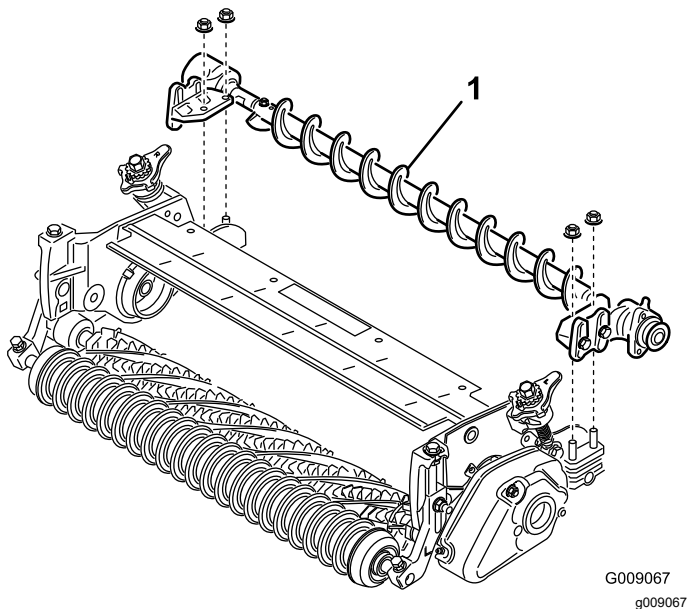

Bild 24
10. Setzen Sie die Befestigungshalterungen der Rollenbürste auf die Schrauben der Rollenhalterung (Bild 24). Befestigen Sie die Befestigungshalterungen der Bürste mit den vorher entfernten Muttern an den Seitenplatten der Schneideinheit.